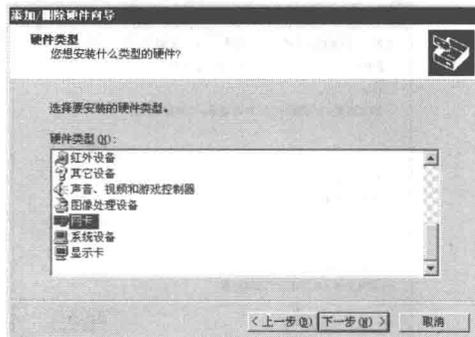

图 1.7 添加/删除硬件向导 5
(5) 选择第 2 项，单击【下一步】按钮，弹出如图 1.7 所示对话框，要求用户选择所需要安装的硬件。